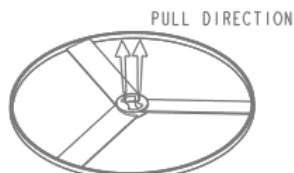

图 5.3 放置参考模型
Step4. 在“布局”对话框的 布局 区域中单击 ☒ 单一 单选项, 在“布局”对话框中单击 预览 按钮, 结果如图 5.3 所示, 然后单击 确定 按钮。系统弹出“警告”对话框, 单击 确定 按钮。